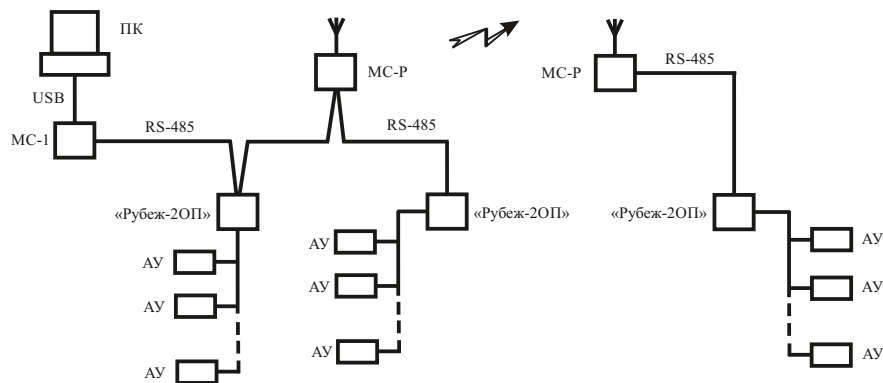

Рисунок 1
- 1.1 Радиодлинитель интерфейса МС-Р (далее – радиодлинитель) предназначен для удлинения линии интерфейса RS-485 (рисунок 1).